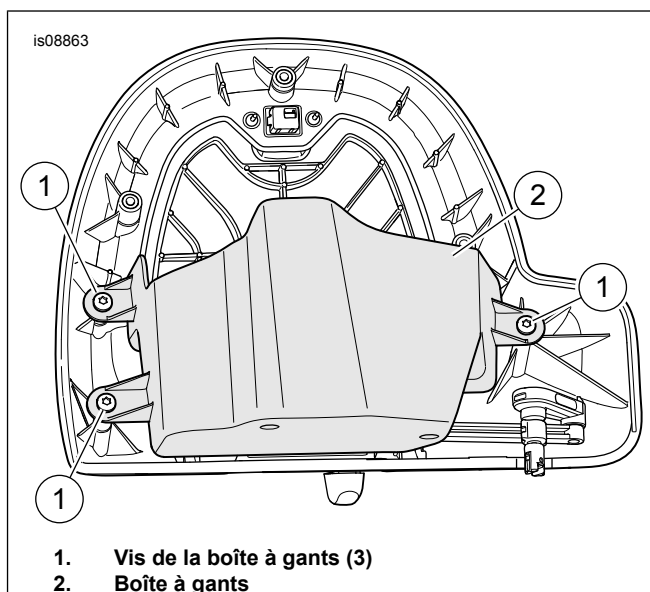

Figure 3. Vis de la boîte à gants
4. Voir la Figure 3. Retirer les vis de la boîte à gants (1) et la boîte à gants (2).